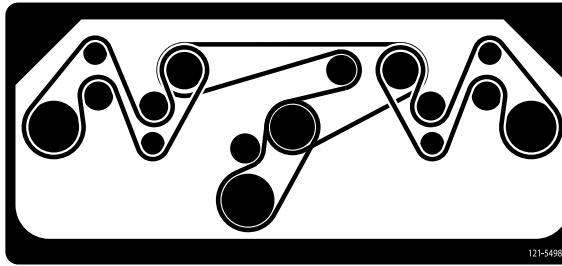

Figura 24
4. Enrute la correa nueva alrededor de las poleas y del conjunto de la polea tensora, como se muestra en la Figura 24.